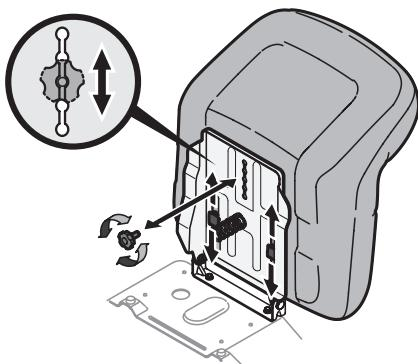

Figure 10
1. Pour régler la position du siège, desserrer le bouton/boulon de réglage sur la partie inférieure du siège. Faites glisser le siège vers l'avant ou vers l'arrière comme désiré. Resserrez le bouton/boulon de réglage. Voir la Figure 10.